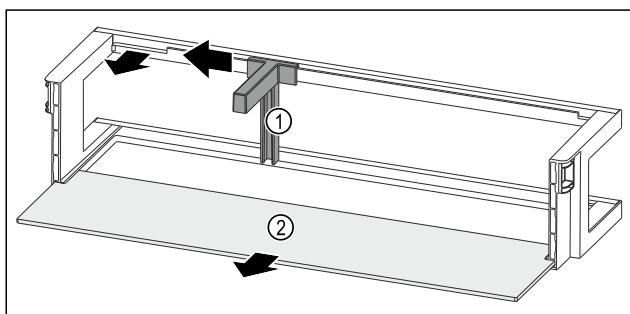

Fig. 91 Dørhylle med flaskeholder og oppstillingsplass
- Skyv flaskeholderen Fig. 91 (1) frem til fordypningen til side.
- Fjern flaskeholderen Fig. 91 (1).
- Fjern oppstillingsplassen Fig. 91 (2).